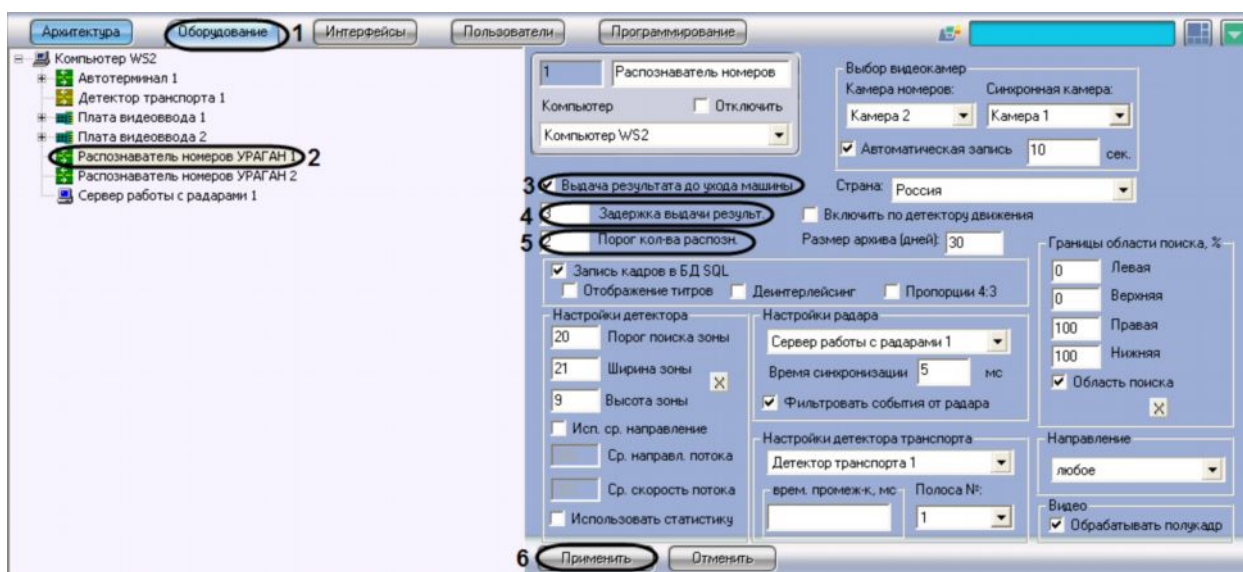

Рис. 7.2.6-1 Выбор параметров обработки номерного знака
1. В диалоговом окне «Настройка системы» перейти на вкладку «Оборудование» (см. Рис. 7.2.6-1, 1).
3. Установить флажок «Выдача результатов до ухода машины» (см. Рис. 7.2.6-1, 3). В том случае, если флажок «Выдача результатов до ухода машины» установлен, результат выдается до реального ухода машины из кадра (номера данной машины из границ поиска номерного знака). В противном случае, окончательный результат выдается только после реального ухода машины из кадра.
4. Задать параметр «Задержка выдачи результ.» (секунды) (см. Рис. 7.2.6-1, 4). В том случае, если данный параметр задан, результат распознавания будет выдаваться сразу после того, как пройдет промежуток времени, заданный данным параметром. Данный промежуток времени начинает отсчитываться после первого распознавания номерного знака.
Примечание. Данный параметр используется только при установленном флажке «Выдача результатов до ухода машины» (см. Рис. 7.2.6-1, 3).
5. Задать параметр «Порог кол-ва распозн.» (см. Рис. 7.2.6-1, 5). В том случае, если данный параметр задан, результат распознавания будет выдаваться сразу после того, как количество надежных распознаваний номерного знака превысит значение данного параметра. Счетчик количества распознаваний является накопительным и не сбрасывается в случае временных потерь данной зоны или неправильных распознаваний.
6. Нажать кнопку «Применить» (см. Рис. 7.2.6-1, 6).